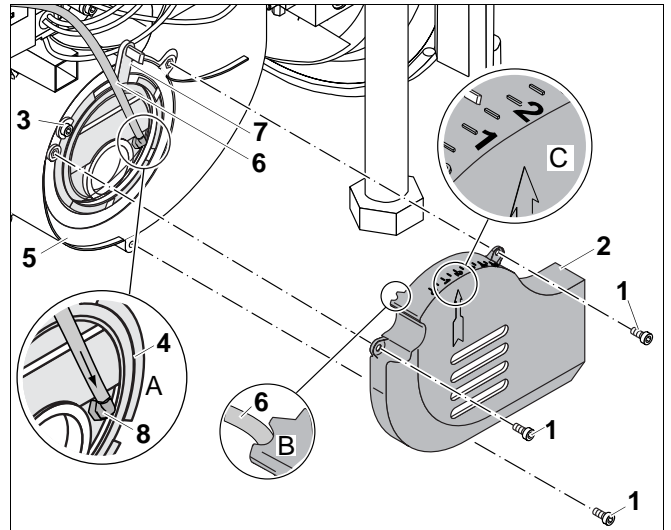

Рис. 63 Установка шумоглушителя и всасывающего канала
- Подсоедините шланг (рис. 63, **поз. 6**) к штуцеру (рис. 63, **поз. 8**) (рис. 63, **поз. А**).
- Установите шумоглушитель (рис. 63, **поз. 2**), при этом следите, чтобы шланг (рис. 63, **поз. 6**) находился в пазе (рис. 63, **поз. В**).
- Закрепите шумоглушитель (рис. 63, **поз. 2**) тремя винтами (рис. 63, **поз. 1**) к крышке корпуса (рис. 63, **поз. 5**).
- Проверьте значение, установленное рычагом (рис. 63, **поз. 7**) на всасывающем канале (рис. 63, **поз. 4**) (он должен стоять на 1,5).
- Если нужно изменить установку всасывающего канала (рис. 63, **поз. 4**), то отверните винт (рис. 63, **поз. 3**) и установите 1,5 (рис. 63, **поз. С**) на шкале шумоглушителя (рис. 63, **поз. 2**), используя рычаг (рис. 63, **поз. 7**).
- Закрепите рычаг всасывающего канала (рис. 63, **поз. 7**) винтом (рис. 63, **поз. 3**).
Краткое описание порядка действий по рис. 63